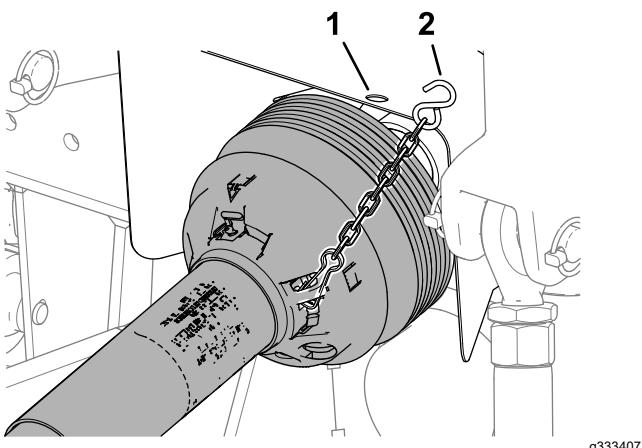

Figura 49
5. Desconecte las cadenas de seguridad (Figura 49) de la TDF de la unidad de tracción (CE solamente).